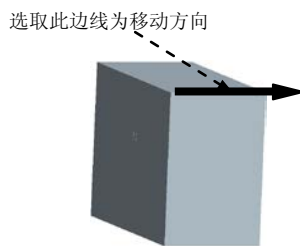
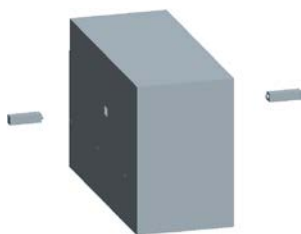

图 19.40 选取移动方向
图 19.41 移动滑块后的状态
Step2. 移动滑块 2，选取图 19.40 所示的边线为移动方向，输入要移动的距离值-15，结果如图 19.41 所示。